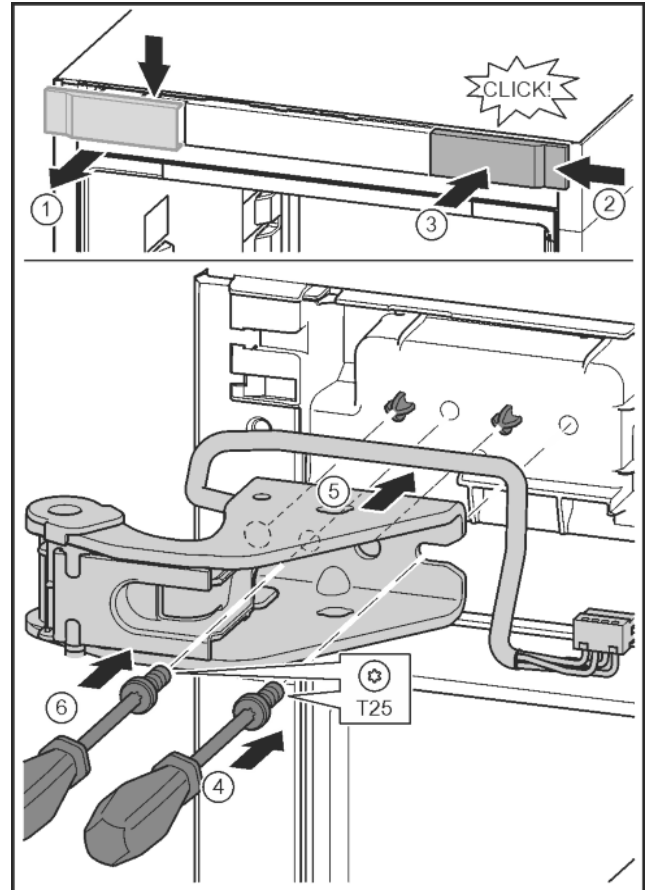

Fig. 28
- ▶ Oldja ki a fedelet, és oldalt vegye le. Fig. 28 (1)
- ▶ A fedelet 180°-kal elfordítva akassza be a másik oldalra jobbról. Fig. 28 (2)
- ▶ Pattintsa be a fedelet. Fig. 28 (3)
- ▶ T25 csavarhúzóval helyezze fel a csavarokat. Fig. 28 (4)
- ▶ Helyezze fel a felső csapágybakot. Fig. 28 (5)
- ▶ Húzza meg a csavart. Fig. 28 (4)
- ▶ A T25 csavarhúzóval helyezze be és húzza meg a csavart. Fig. 28 (6)